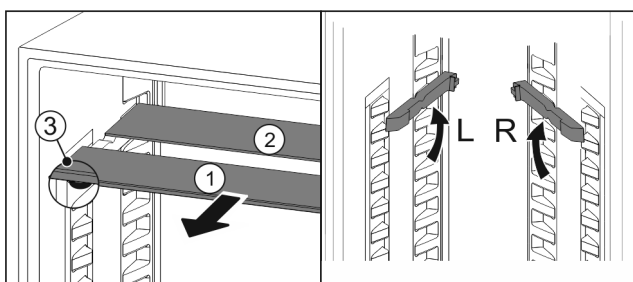

Fig. 85
- Skleněné desky jednotlivě vytáhněte dopředu Fig. 85 (1).
- Skleněná deska Fig. 85 (1) s ozdobnou lištou leží vpředu.
- Zářázky Fig. 85 (3) směřují dolů.